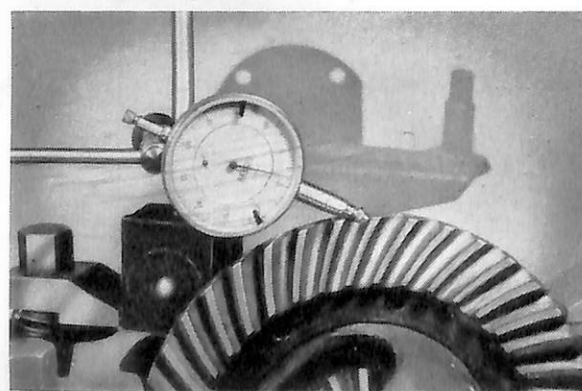

Bild 28. Mätning av kuggflankspelet.
13. Mät upp kuggflankspelet enligt bild 28. Det skall vara 0,08—0,15 mm.
16. Montera oljekastare (24) och tätningsring (25) jämte papperspackning. För tätnings-
Efter varje ändring av pinjongens läge måste kuggflankspelet justeras och kontrolleras, se bild 28.